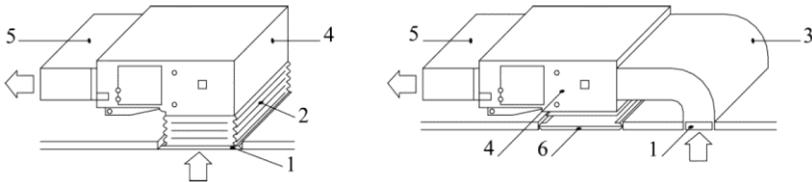

Fig. 12
- e. Il metodo di installazione deve essere selezionato tenendo conto delle condizioni dell'edificio, della manutenzione, ecc. (vedi Fig. 12).